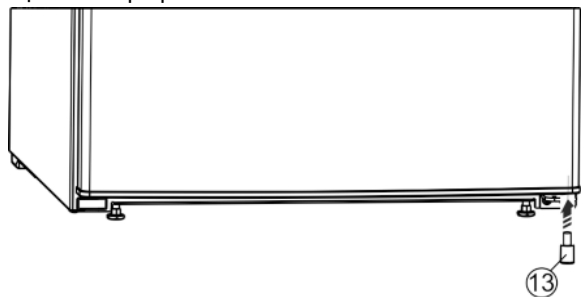

Fig. 7
- ▶ Поставете отново ограничителя Fig. 7 (13) долу отясно във вратата, защото това е важно за стабилността на уреда.